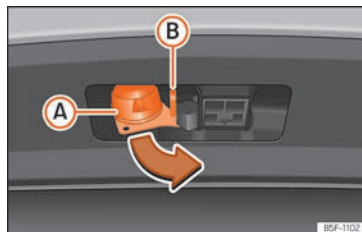

Fig. 271 Girare il connettore a 13 contatti
- Afferrare il connettore dalla parte (A) ed estrarlo nel senso della freccia » fig. 271.
- Aprire il coperchio del connettore (A) e collegare il rimorchio » fig. 271.
- Agganciare il cavo di fissaggio del rimorchio all'occhiello di sicurezza » fig. 271 (B). Quando è agganciato, il cavo di fissaggio deve **flettersi** in base alle posizioni del rimorchio rispetto al veicolo (ad es. in curve pronunciate, retromarcia ecc.).